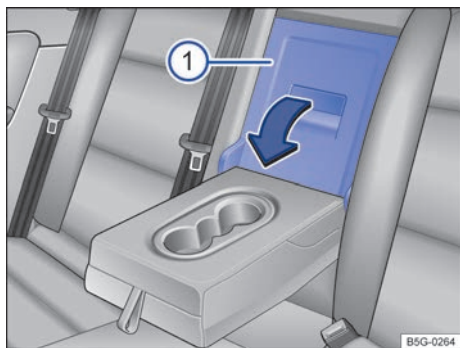

Fig. 100 En el respaldo del asiento trasero: apertura de la trampilla para cargas largas.
- Tire de la palanca de desbloqueo en el sentido de la flecha y abata completamente la tapa de la trampilla ⇒ fig. 100  hacia delante.